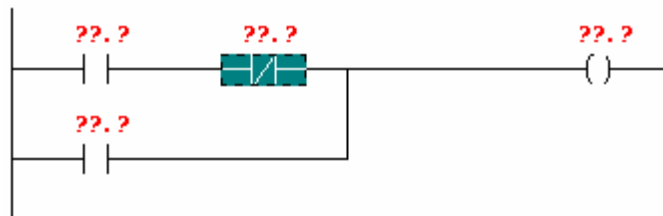

Рис.1.16
- 7) Вставьте размыкающий контакт, нажав на кнопку  - Normally Closed Contact [Нормально закрытый контакт] (рис. 1.16).